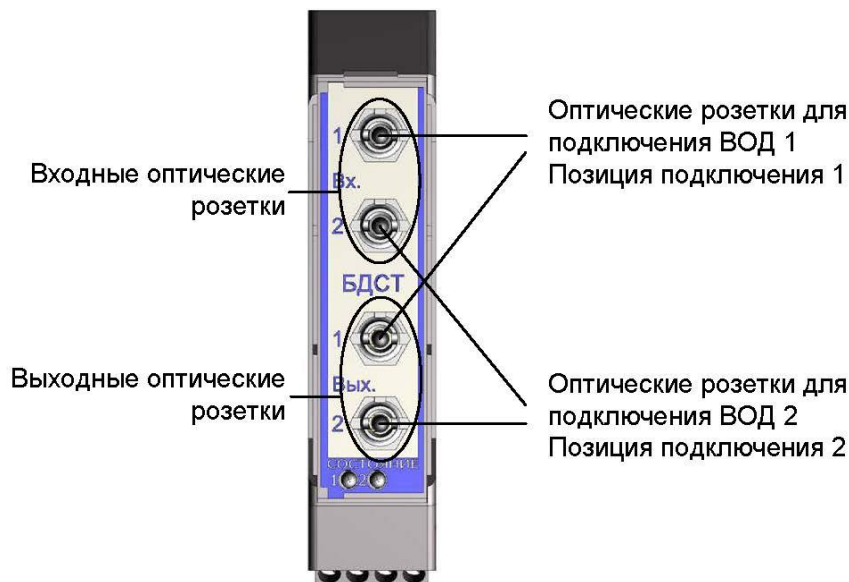

Рис. 2.7. Назначение оптических розеток БДСТ
- если позиция подключения – 1, то один коннектор ВОД подключается к выходной оптической розетке позиции 1, а другой ко входной оптической розетке позиции 1, Рис. 2.7. Перед подключением оптических коннекторов требуется снять защитные колпачки;
- если позиция подключения – 2, то один коннектор ВОД подключается к выходной оптической розетке позиции 2, а другой ко входной оптической розетке позиции 2, Рис. 2.7. Перед подключением оптических коннекторов требуется снять защитные колпачки.